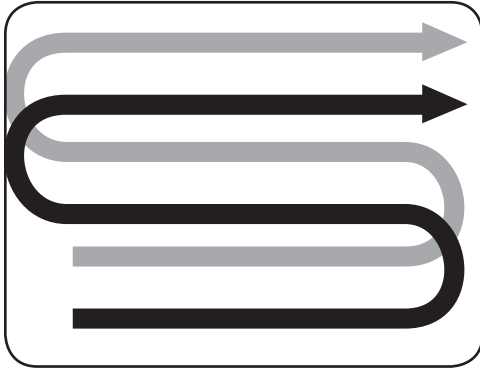

Figura 3-7
- Al preparar el lecho de siembra, recorra la misma senda dos veces en la primera hilera, luego traslape la mitad del ancho de la cultivadora en el resto de las pasadas. Vea la Figura 3-7.